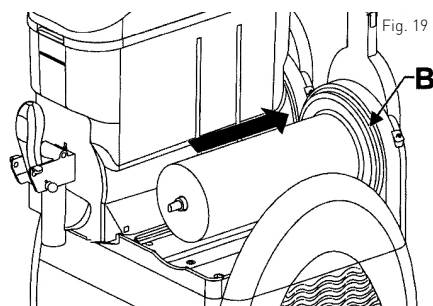

Fig. 19
- Ensuite installez la bague d'étanchéité du réservoir (B) et appliquez de la graisse autour de la bague conformément à la figure présentée (Voir : Fig. 19).